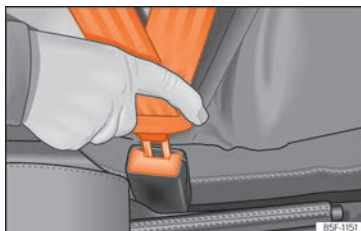

Fig. 10 Inserire la linguetta della cintura di sicurezza nella relativa chiusura.
- Incastrare la linguetta nella chiusura del relativo sedile » **fig. 10.**